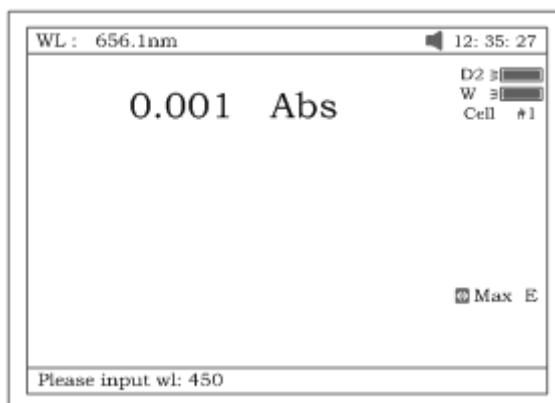

Рис. 12
- Введите с цифровой клавиатуры значение длины волны, на которой будут проводиться измерения. Например, 450. Значение отобразится в нижней строке экрана. (рис.12) При необходимости изменить значение воспользуйтесь клавишами **[ОЧИСТИТЬ]**, **[<]**, **[>]**.